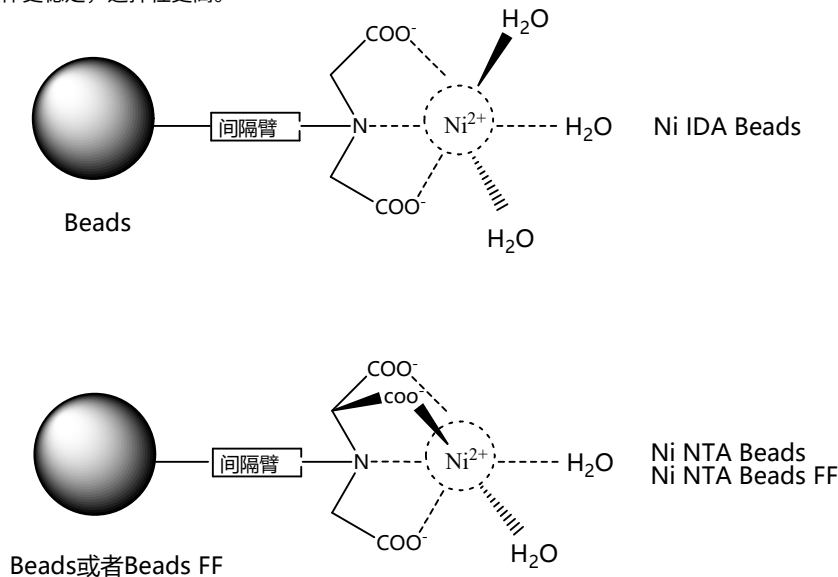

图 1. Ni IDA Beads, Ni NTA Beads 和 Ni NTA Beads 6FF 化学结构示意图
**Ni NTA Beads** 是以 4%琼脂糖凝胶为基质, 通过化学方法偶联了四配位的氮川三乙酸 (NTA), 螯合镍离子 ( $Ni^{2+}$ ) 后, 可以形成非常稳定的八面体结构, 镍离子处于八面体的中心, 这样的结构很有效的保护了镍离子免受小分子的进攻 (产品结构见图 1 所示, 产品结构见图 1 所示, 三种产品结构的区别), 更加稳定, 具体性能见表 1。 **Ni NTA Beads** 可以耐受一定浓度的还原剂、变性剂或耦合剂等苛刻条件 (见表 2), 适用性更广, 配体更稳定, 选择性更高。